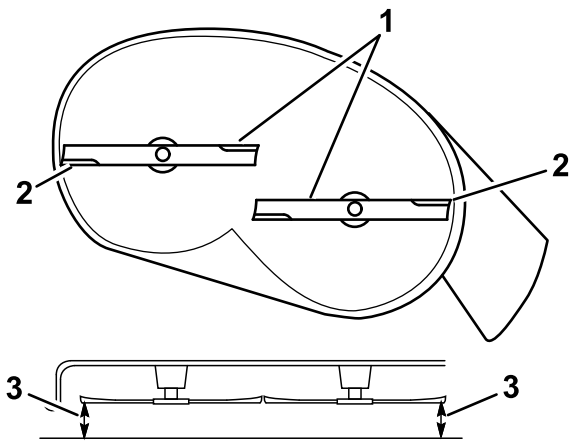

Bild 63
- Messen Sie den Abstand zwischen den äußeren Schnittkanten und der ebenen Oberfläche (Bild 63).
4. Überprüfen Sie nach dem Einstellen erneut die Neigung in Längsrichtung. Stellen Sie die Mutter ein, bis die vordere Messerspitze um 1,6 mm bis 7,9 mm tiefer liegt als die hintere Messerspitze (Bild 63).